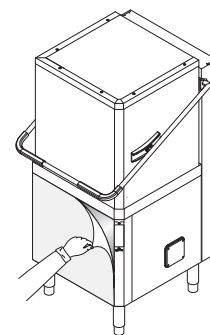

Figura 7 Eliminación de la película
- Quitar lentamente la película de protección de los paneles externos, sin romperla, para evitar residuos de adhesivo (Figura 7).